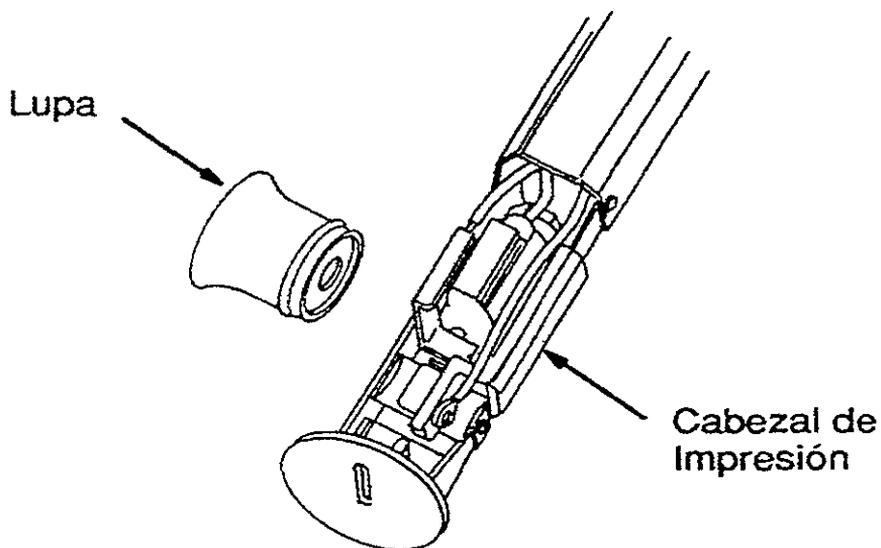

Figura No. 8 Calibración con lupa
6.- Rocíe solución limpiadora sobre la boquilla del cabezal de impresión. Asegúrese de limpiar el orificio de la boquilla, túnel de carga, placa de alto voltaje y bloque de retorno de tinta. (Figura No. 8)